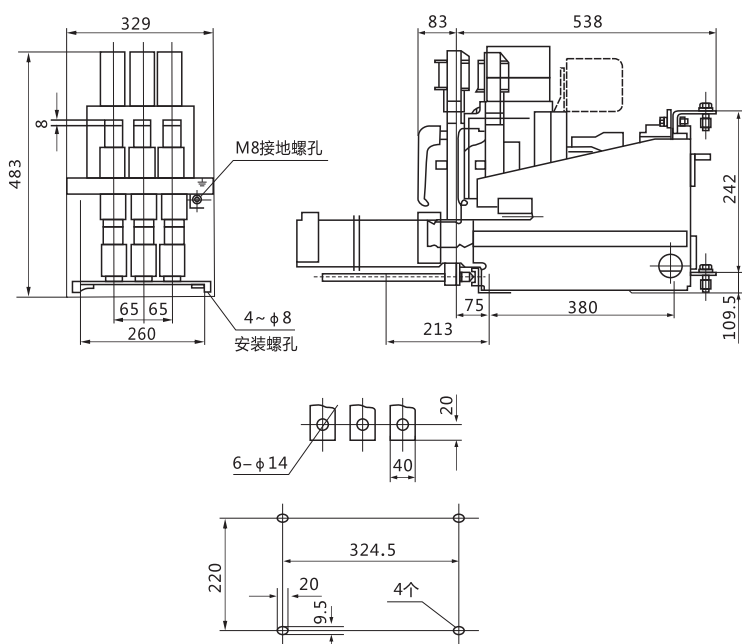

图22 DW15C、DWX15C抽屉式断路器安装尺寸及外形尺寸
8.3 DW15C抽屉式断路器、DWX15C抽屉式限流断路器安装尺寸及外形尺寸见图22